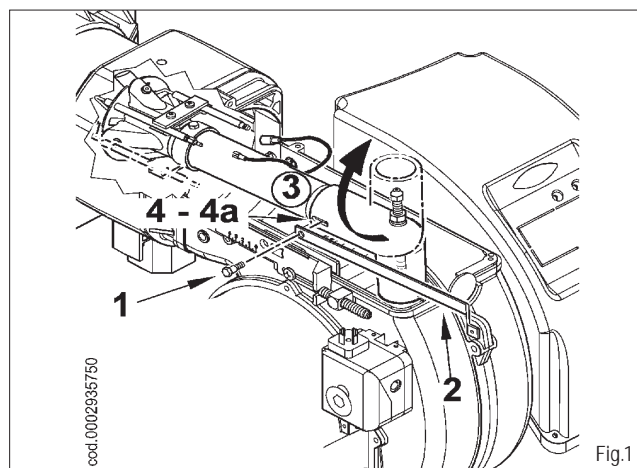

Fig.1
- 2) Tourner le raccord coudé de 180° de manière à faire coïncider le trou du tuyau de refoulement du gaz et la rainure (4a) réalisée dans une position diamétralement opposée sur le raccord même. Raccorder de nouveau la tige d'avance (2) et le tuyau de refoulement du gaz (3) avec la vis (1) d'après la figure 1.